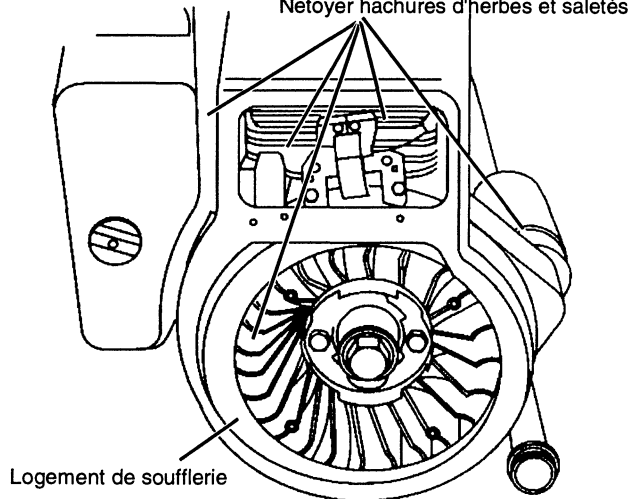

FIGURE 32
- Chaque 100 heures de fonctionnement (plus souvent dans des conditions très poussiéreuses ou très sales), retirer le logement de la soufflerie et autres emboîtements de refroidissement (voir Fig. 32). Nettoyer les ailettes de la soufflerie et les surfaces extérieures suivant besoin. S'assurer que les emboîtements sont remis en place.